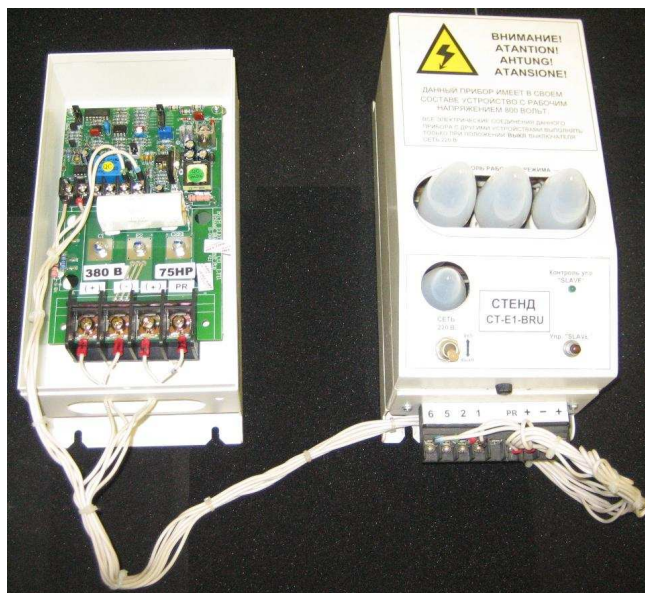

Рис. 4.7.
4.8.1. Подключить тормозной прерыватель к стенду СТ-EI-BRU (рис. 4.7.).